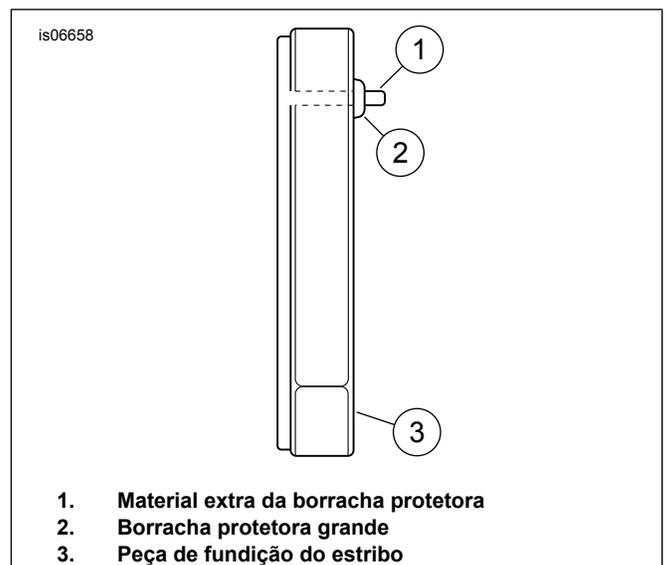

Figura 4. Remoção da borracha protetora
4. Veja Figura 4. Se presente, remova o material extra (1) das borrachas protetoras (2) que se projetam das peças de fundição do estribo (3) usando uma faca ou alicates de corte.